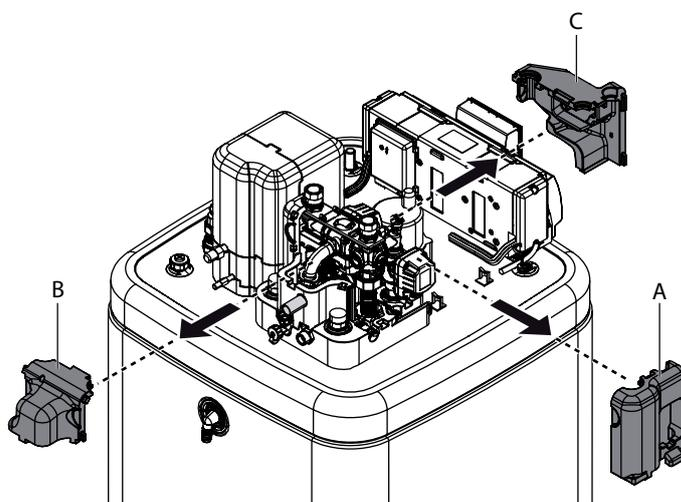

Fig. 4-8 Retirar la parte superior del aislamiento térmico
- Extraer horizontalmente el elemento aislante lateral (fig. 4-8, pos. A).
- Extraer horizontalmente el elemento aislante trasero (fig. 4-8, pos. B).
- Extraer horizontalmente el elemento aislante delantero (fig. 4-8, pos. C).